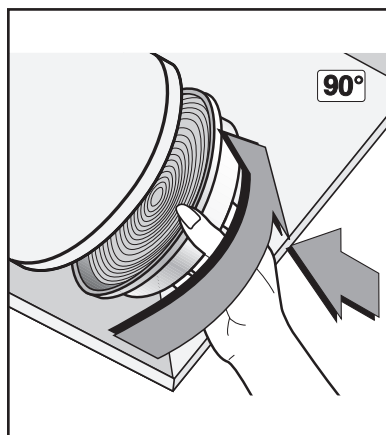
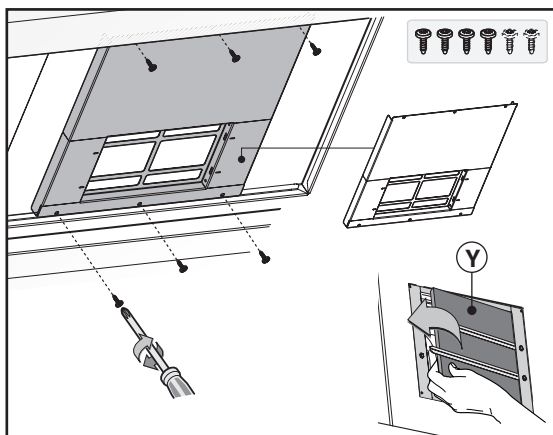

Fig.13
Fig.14
- Pour transformer la hotte de la version **ASPIRANTE** à la version **FILTRANTE** les filtres au charbon doivent être commandés auprès du revendeur comme accessoire. Il existe deux types de Kits, le premier avec les filtres non régénérables (Fig.13) et le deuxième avec les filtres régénérables (lavables) (Fig.14). Contrairement aux autres filtres à charbon, ce filtre régénérable est lavable et peut être réutilisé jusqu'à 12-15 fois environ.
- Si vous trouvez dans l'emballage un étrier comme celui indiqué dans la Fig.14 il faut dévisser les vis déjà installées à l'intérieur de la hotte et installer l'étrier en utilisant les vis enlevées précédemment.
- Pour remplacer les filtres à charbon régénérables **Y**, dégager les fixations de leur emplacement en les tirant vers l'extérieur (Fig.14).
- Si votre produit n'est pas fourni avec l'étrier, cela signifie que le filtre au charbon actif n'est pas régénérable (Fig.13).
Ceux-ci doivent être appliqués au groupe d'aspiration placé à l'intérieur de la hotte en le centrant sur ce dernier et en les tournant de 90° jusqu'à entendre le déclic d'arrêt (Fig.13).